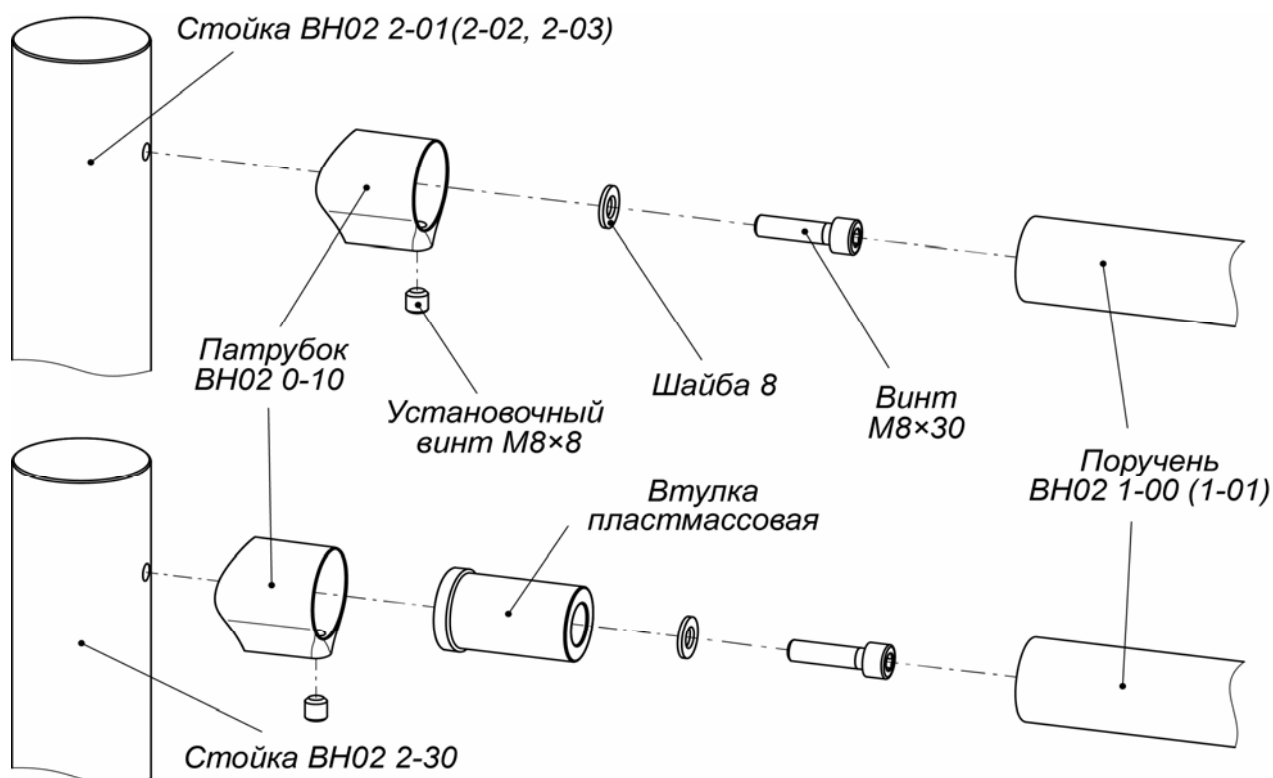

Рисунок 9. Схема крепления поручней к стойкам ограждения с использованием прямого патрубка VN02 0-10
2. На стойках секции закрепите винтами М8×30 патрубки **BH02 0-10(11)** для крепления поручней (см. рис. 9, 10). Винты входят в комплект поставки патрубков.
2. На обеих стойках секции **BH02 2-30** соберите патрубки **BH02 0-10** для крепления поручней, предварительно вставив в них втулки пластмассовые из комплекта поставки стоек (см. рис. 9), и закрепите их на стойках винтами M8×30 из комплекта поставки патрубков. Поручни в патрубки устанавливаются позже.